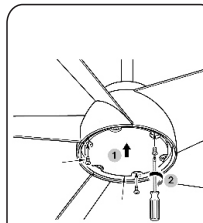

Fig.20
Paso 3. Retocar los tres tornillos desmontados y apretar el conjunto de luces.(Fig.20)